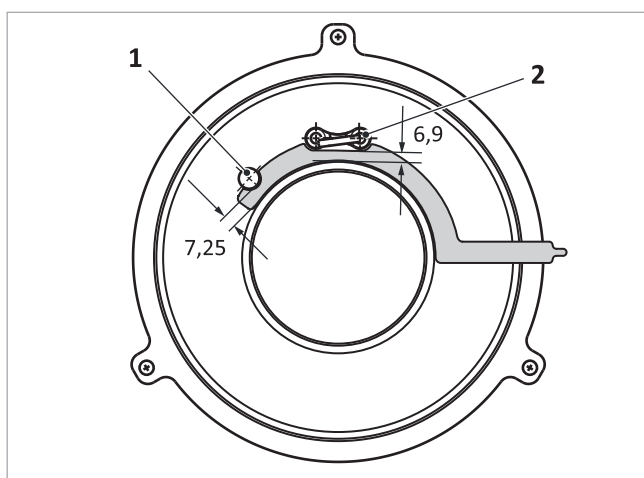

Fig. 137: Distanze degli elettrodi di accensione e di ionizzazione dal vello del bruciatore
- elettrodo di ionizzazione → fig. 137 (1): 7,25 mm
- elettrodo di accensione → fig. 137 (2): 6,9 mm